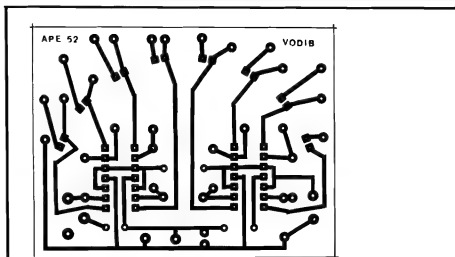

Fig. 2
- **FIG. 2 - LAY OUT DO CIRCUITO IMPRESSO ESPECÍFICO** - Sem grandes "segredos" ou problemas de desenho, o padrão cobreado é simples e direto... Apenas recomendamos que o Leitor/Hobbysta respeite os posicionamentos, afastamentos e dimensões de ilhas e pistas, já que o próprio **dis-**